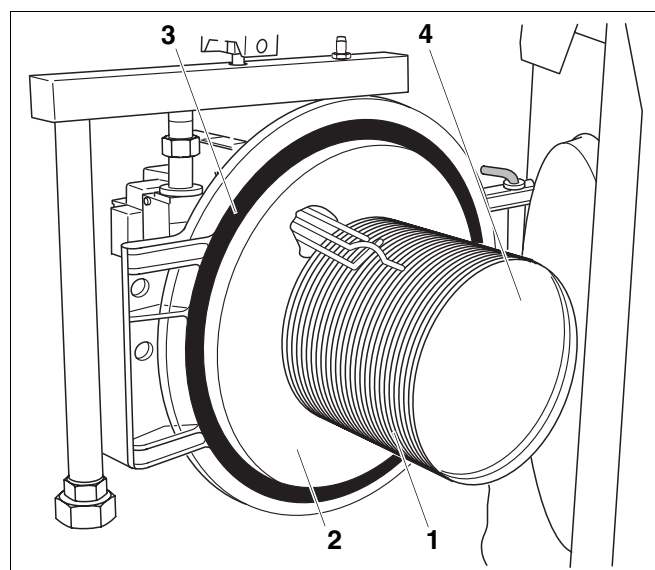

Fig. 27 Révision du brûleur
- Vérifiez si la surface en tissu (fig. 27, **pos. 1**) de la rampe de combustion est endommagée.
- Vérifiez si la tôle et le cordon de soudure (fig. 27, **pos. 4**) sont fissurés.
- Vérifiez si l'isolation thermique (fig. 27, **pos. 2**) présente des dommages importants (fissures, cassures).
- Vérifiez si le joint (fig. 27, **pos. 3**) de la porte du brûleur est perméable, poreux ou s'il présente d'autres dommages.